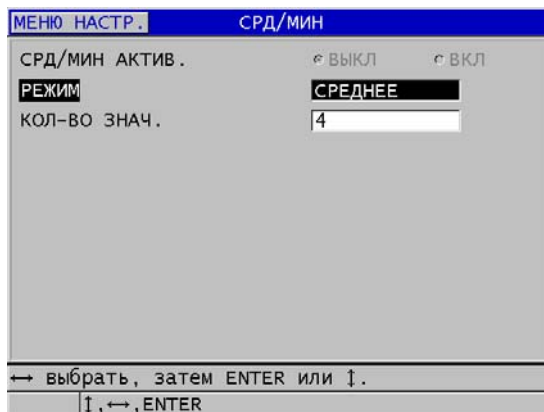

Рис. 10-16 Окно СРД/МИН
3. В окне **СРД/МИН** (см. Рис. 10-16 на стр. 162):